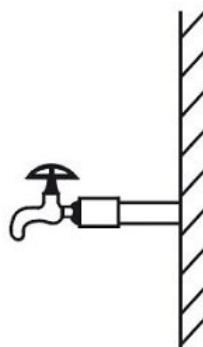
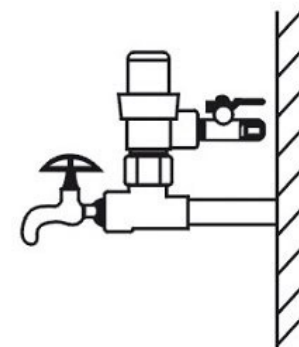

Fig. 10: Conector de 3 vías
Fig. 12: Válvula reductora
1. Utilice un conector-suministrador de agua de 3 vías **(A)** para conectar la válvula esférica y el grifo (Fig. 10 y 11). En caso de que se utilice una válvula reductora de presión, conecte también esta (Fig. 12).